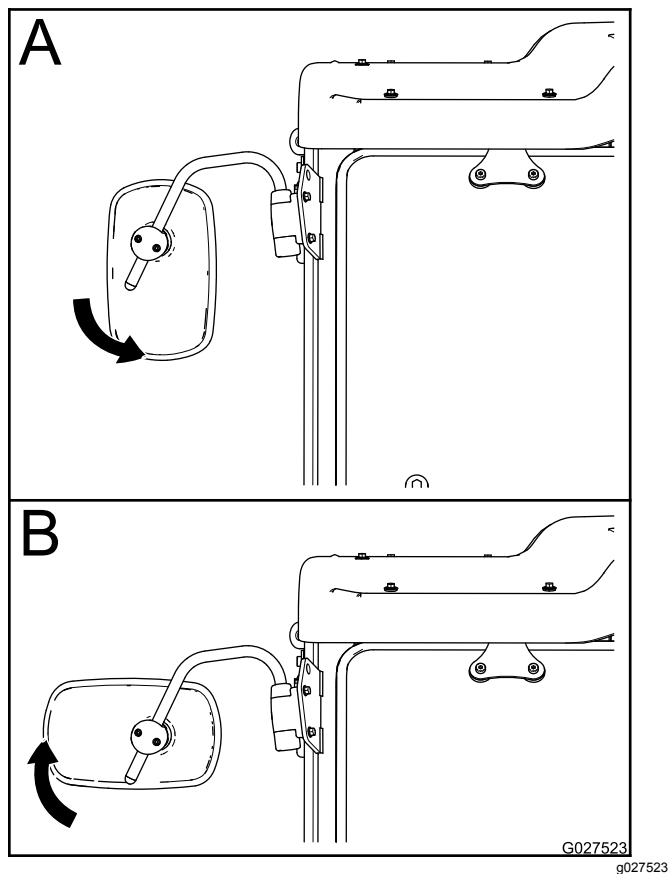

Figura 6
1. Usate 2 mani per ruotare lo specchietto in senso orario o antiorario sul suo supporto sferico (Figura 6).